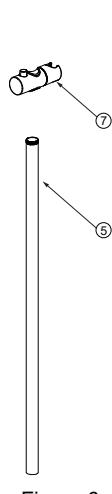

Figura 6
- a) Inserte el deslizador ⑦ sobre el riel ascendente ⑤ (Figura 6).